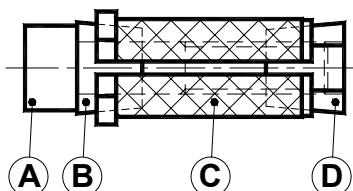
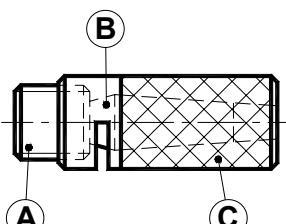

fig 3
fig 4
Leur fonctionnement se base sur l'expansion d'une chemise externe découpée (C) (qui, selon les « types », peut avoir une forme ronde moletée carrée ou rectangulaire) au moyen de deux cônes (B et D) (fig.3) qui sont soumis à une traction par une vis TCEI ou TE et par une vis sans tête (A) (fig.4) qui pousse le cône B dans les types 400-500-600. Pour les types 100-200-300, l'action des cônes détermine l'expansion de la chemise externe qui s'accroche aux éléments mécaniques que l'on veut relier ensemble.
Functioning is based on the expansion of a cut external lining (C) (which, depending on types, may be round knurled, square or rectangular) through one-two cones (B and D) (fig.3) that are subjected to traction by a TE or TCEI screw and a headless screw (A) (fig.4) that pushes cone B in 400-500-600 models. In types 100-200-300 the action of the cones causes the external lining to expand and fasten onto the mechanical elements to be connected together.